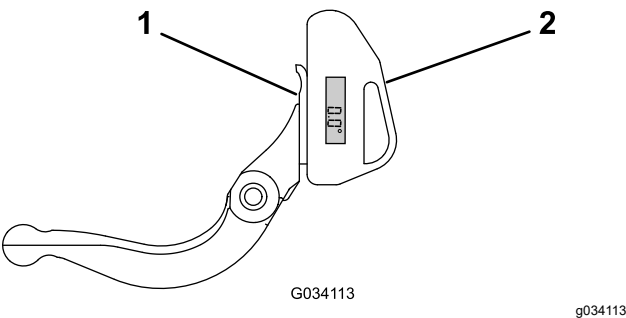

Figura 33
1. Coloque el indicador de ángulo en el lado inferior de la contracuchilla, según se muestra en Figura 33.